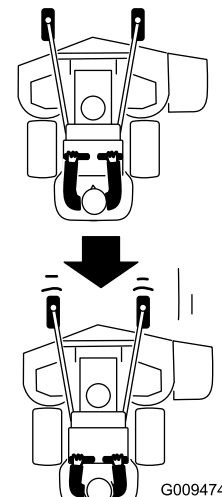

Bild 23
2. Ziehen Sie die Fahrtriebshebel langsam nach hinten (Bild 23).